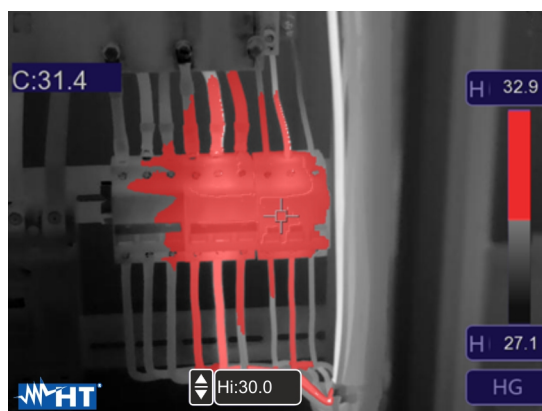

Fig. 41: Alarme de seleção isotérmica acima da temperatura.
7. Clique em "Lo" na parte inferior do ecrã nas teclas ▲ ou ▼ para definir o valor do limite mínimo de temperatura abaixo do qual o instrumento mostra os pontos da imagem em azul e os pontos restantes em cinzento (ver Fig. 41)